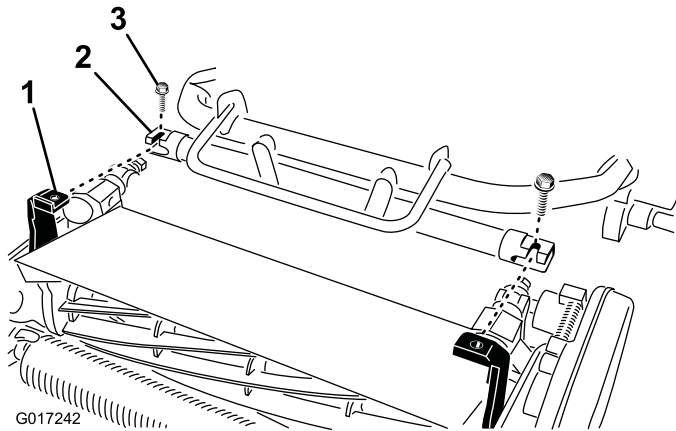

図 6
4. トラクションユニットのフレーム (図 6) を前方に引き出してカッティングユニットのピボットアームに接続する。
5. トラクションユニットのフレームをカッティングユニットのピボットアームに固定する；3/8 x 3/4 インチのボルト (2本) を使用する (図 6)。